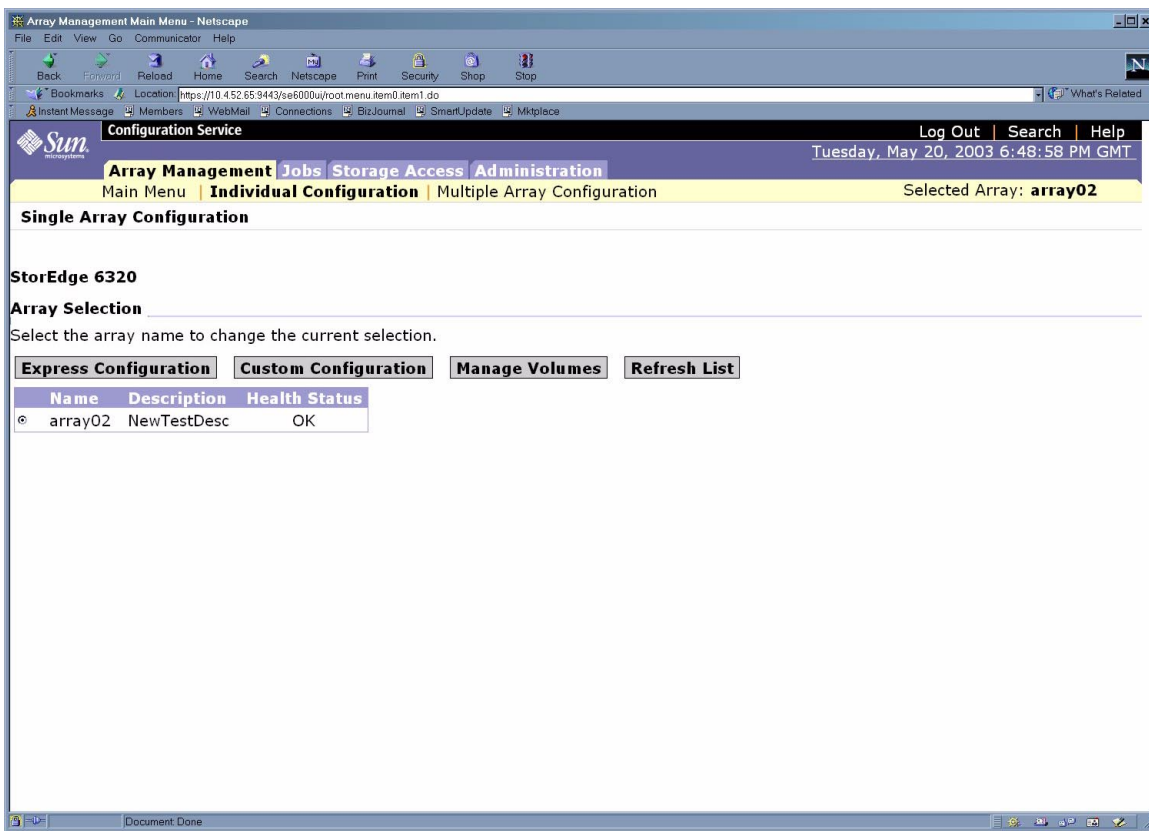

図 6-19 「個別アレイの構成」ページ
5. 「個別の構成」をクリックします。図 6-19 に示すような「個別アレイの構成」ページが表示されます。